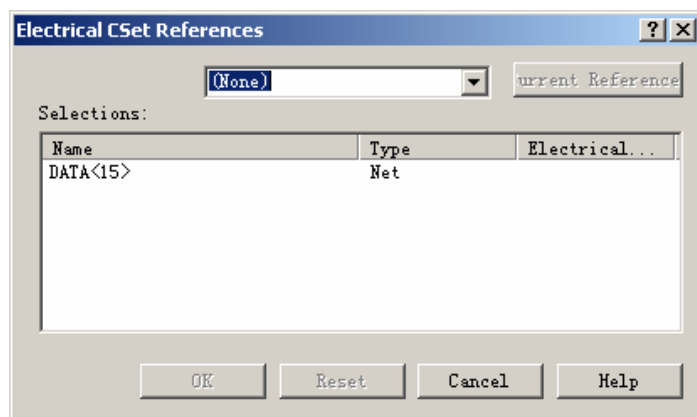

图 5-4 【Electrical Cset References】对话框
2. 点击网络 DATA<15>，选择【Objects】/【Electrical Cset References】命令，弹出【Electrical Cset References】对话框，请见图 5-4。
在【Net】文件夹，点击工作簿或者工作表，然后点击对象（net,Xnet,bus,或者 diff pair）然后选择【Objects】/【Electrical Cset References】或者右键单击对象在弹出的菜单选择【Electrical Cset References】，将弹出如图 5-4 所示的对话框，显示出对象参考的 ECSets。